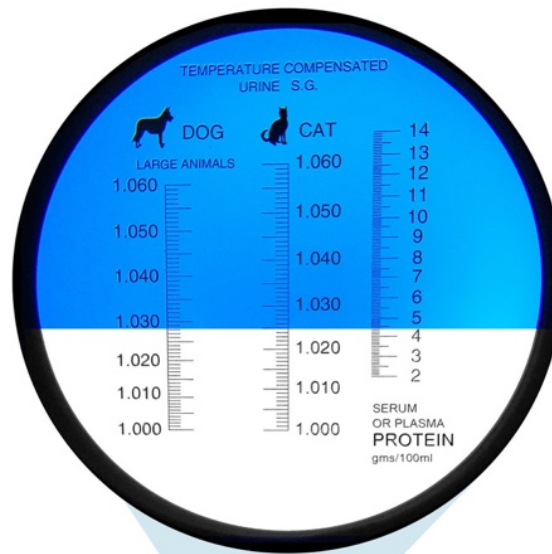

Figura 1.
- Eseguire la lettura nel punto in cui la linea di demarcazione tra le due sezioni incrocia la scala graduata. La scala fornirà una lettura diretta del peso specifico delle urine (Figura 1).
- **N.B.:** Guardando attraverso l'oculare sarà possibile vedere 3 scale delle quali due sono quelle relative al peso specifico urinario di cane e gatto, mentre la terza riguarda la scala graduata per la misurazione della concentrazione delle proteine nel siero (Figura 1).